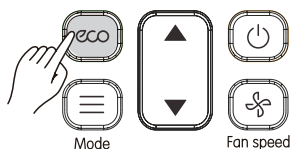

Рисунок 3.15
1. Нажмите  (см. Рис. 3.15) для отправки сигнала ЭКО на внутренний блок. Отобразится данный значок *eco*;